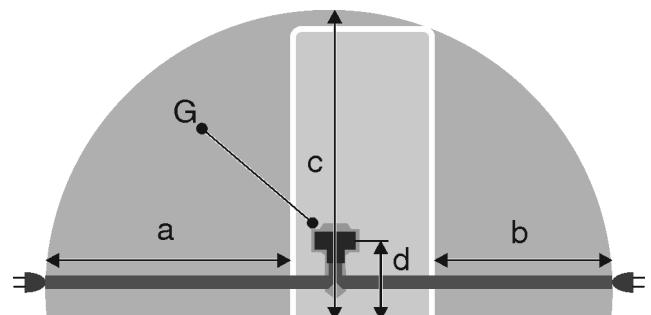

Fig. 23 Koel-vriescombinaties / vriesapparaten / BioFresh-apparaten zonder vriesvak
- De contactdoos bevindt zich niet achter de apparaat, maar in de zones a of b *Fig. 23 (a, b, c)*.
- ▶ Apparaatstekker *Fig. 23 (G)* aan de achterzijde van het apparaat aanbrengen. Let op het correct vastklikken.